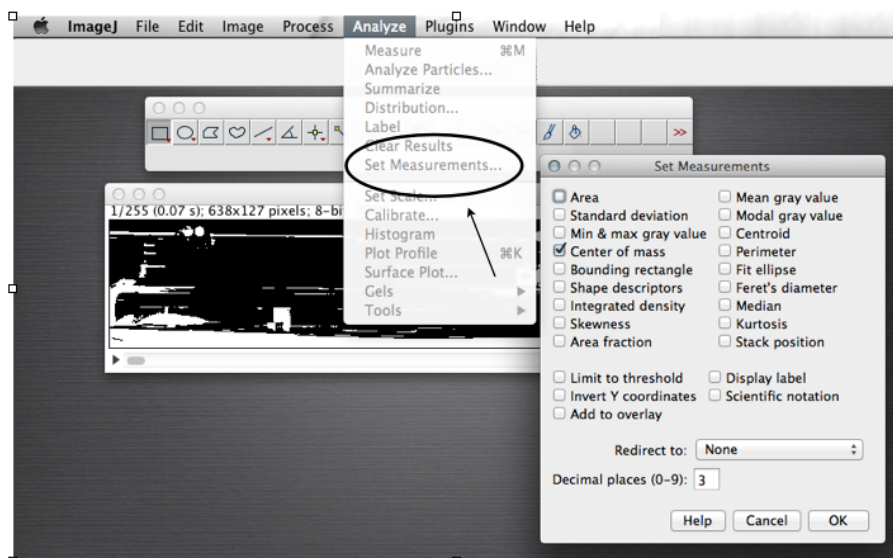

Figura E.12: ImageJ: seleção dos parâmetros a serem medidos.
9. Com a região marcada, só falta determinar como o resultado vai ser apresentado. Para isto, escolha no menu principal a opção “Analyze”, logo “Set Measurements”, e marque só a opção “Center of mass”(centro de massa) como se mostra na Figura E.12. Caso outras opções estejam marcadas, desmarque-as.